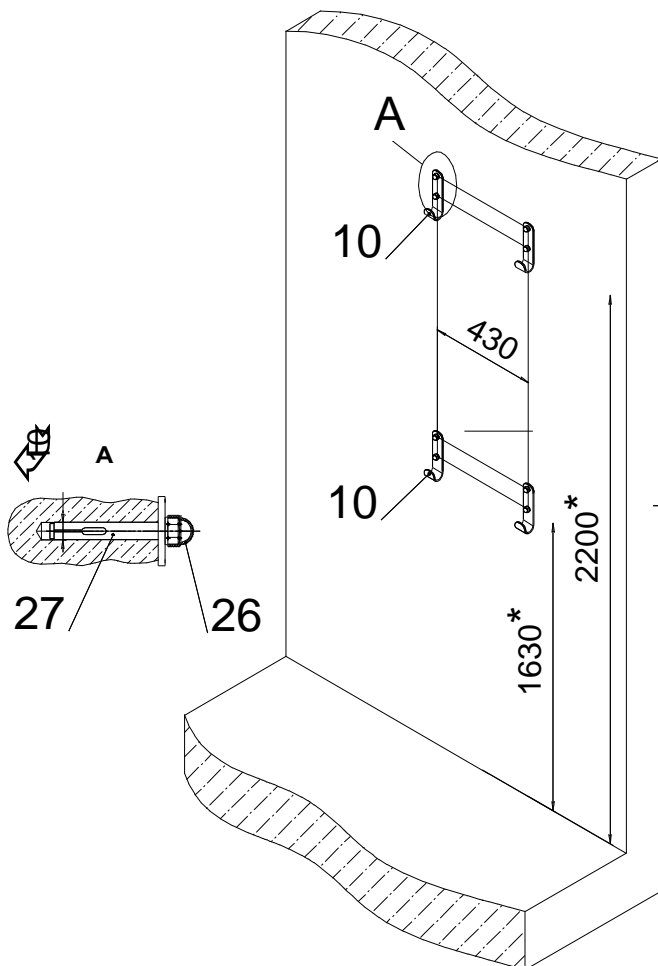

Рис. 4
10.4.4 Приставить Турник к стене на высоту удобную для выполнения упражнений. Разметить и просверлить 8 отверстий $\text{Ø}10\text{мм}$ глубиной на 5 мм больше длины анкерного болта поз.27.(Рис. 4).
Смещение кронштейнов (поз.10, Рис. 4) недопустимо. При необходимости произвести закрепление изделия подтяжкой резьбовых соединений.